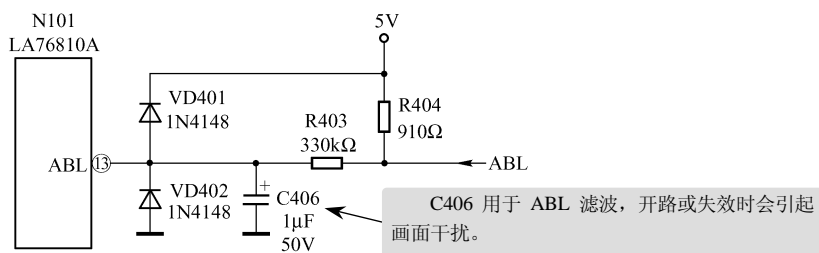

图 7-12 ABL 滤波电路故障检修
检查与分析：首先检查 N101 (LA76810A) 的引脚电压，以求从电压的变化现象中找出检修切入点。经检查，发现 N101 (LA76810A) ⑬脚电压明显异常（动态电压为 3.1V），并在测量时无图像，静态测量时，蓝光栅中有几条竖直黑条（静态电压为 3.1V）。正常时 N101⑬脚动态电压为 3.2V，静态电压为 3.4V，且在测量时没有异常反应。因而说明⑬脚电路有故障。检修时应首先检查⑬脚的外围元器件，如图 7-12 所示。
小结：在如图 7-12 中，C406 主要用于 ABL 自动亮度限制电压滤波，开路或失效时，ABL 电压滤波不良，尖峰脉冲会形成亮线干扰。这一点检修时应加以注意。C406 被击穿时，会使⑬脚电位下拉造成光栅亮度异常。
检查与分析：根据故障现象和检修经验，可确认这是一种典型的 ABL 电路故障。因此，检修时主要应检查 N101 (LA76810A) ⑬脚至 T471 行输出变压器⑧脚之间的电路元器件，见图 7-12。
小结：在如图 7-12 所示中，R404 主要用于为 ABL 电路提供上拉电压，当其烧断损坏时，N101 (LA76810A) ⑬脚会有严重过流现象，因此在更换 R404 后若仍不正常，则要考虑更换 N101 (LA76810A)，这点维修时应加以注意。